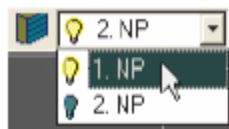

Рис. 1.8-2
2. Переключитесь в первый этаж. Переместите курсор на строку с текстом 1.NP/1.НЭ и щелкните левой кнопкой мыши (Рис. 1.8-2).